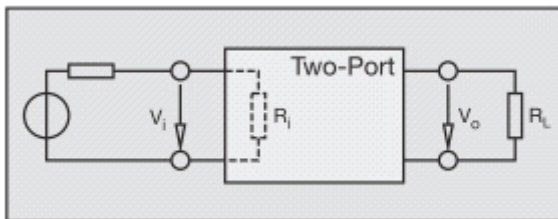

图4：双端口功率放大系数 dB 表示
**dB 功率计算** 图4显示一个双端口：输入电压  $V_i$ ; 输出电压  $V_o$ . 输入电阻  $R_i$  等于负载电阻  $R_L$  。双端口功率放大系数 dB 表示为： $A_p = 10 (P_L/P_i) \text{ dB}$  等式1